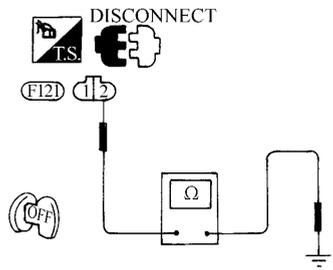

图 4-38 检查输入信号线路 (2)
检查端子②和发动机地线之间线束导通性 (图 4-38)。正常应导通, 是否正常? 注意必须用可测量 10kΩ 电阻的欧姆表测量	否 进行第 5 步